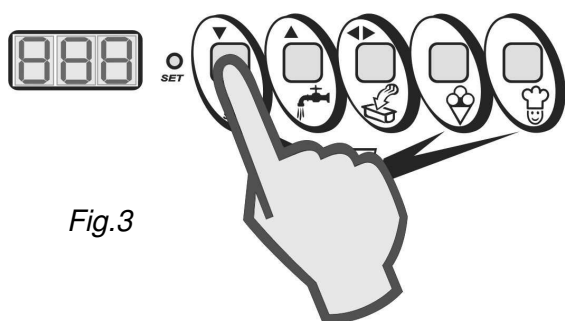

Fig.3
- Lorsque tout le produit est sorti de la porte, appuyer sur la touche STOP pour arrêter la machine puis, refermer le distributeur. (Fig.3).